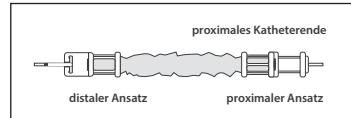

Abbildung 4
- ◊ Die Spitze des vorgesehenen Katheters durch das proximale Ende des Katheter-Kontaminationschutzes einführen. Den Katheter durch den Schlauch und den Ansatz am anderen Ende vorschieben (siehe Abbildung 4).